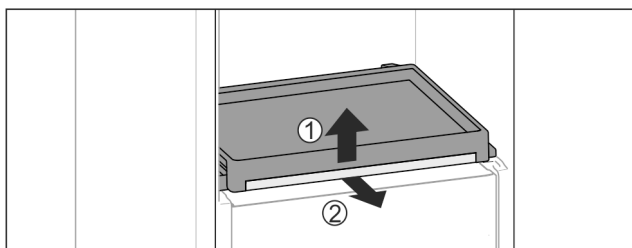

Fig. 173
- ▶ Vyjměte vysouvací přihrádku se skleněnou deskou: Skleněnou desku vpředu lehce nadzvedněte Fig. 173 (1) a vytáhněte dopředu Fig. 173 (2).